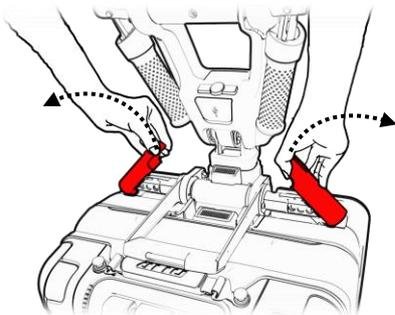

Figure 50
2. Ouvrez les deux leviers de séparation (voir la figure 50). Si la manipulation des leviers de séparation exige trop d'efforts, vous pouvez exercer une pression horizontale sur la console de conduite vers le centre de l'ATTO. Cela permettra de relâcher la pression exercée sur les leviers de séparation et facilitera leur ouverture.